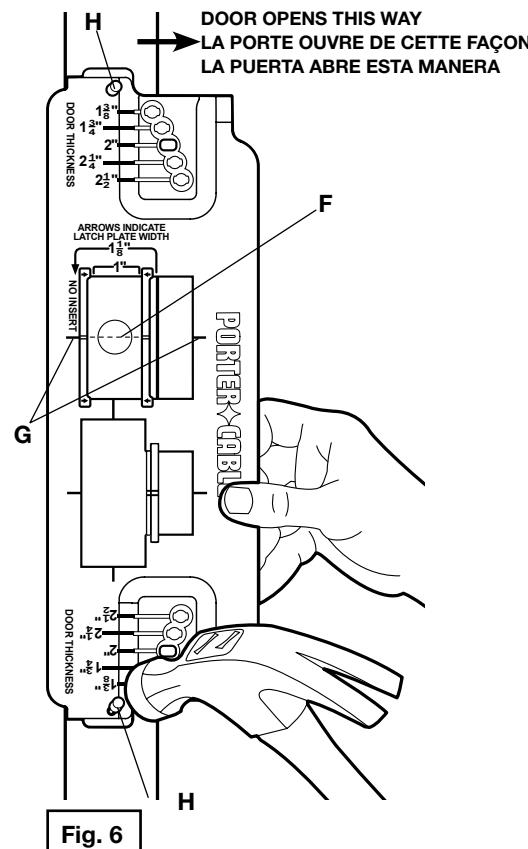

Fig. 6
Mark a center line (F) Fig. 6 across the door's pre-drilled bolt hole as shown. Align the center lines of the template (G) Fig. 6 with line (F).
With door thickness pegs snug against the door, nail template firmly in place at holes (H) Fig. 6 using supplied three-penny double-headed nails.
Tracer une ligne centrale (F), **fig. 6**, sur le trou de verrou prépercé de la porte comme indiqué. Aligner les lignes centrales du gabarit (G), **fig. 6**, avec la ligne tracée (F).
Les chevilles d'épaisseurs de la porte reposant tout contre la porte, bien clouter le gabarit en place dans les trous (H), **fig. 6** à l'aide des clous à deux têtes superposées de 3 d fournis.
Marque una línea central (F) **Fig. 6** a través del orificio del pestillo pretaladrado, como se muestra. Alinee las líneas centrales de la plantilla (G) **Fig. 6** con la línea (F).
Con las clavijas de grosor de puerta ajustadas contra la puerta, clave la plantilla firmemente en su lugar en los orificios (H) Fig. 6 utilizando los clavos de cabeza doble de tres peniques.